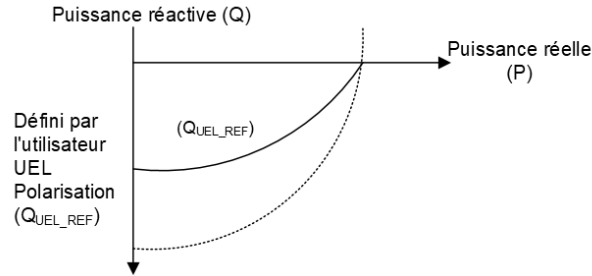

Figure 11-13. Référence du limiteur de sous-excitation
1. La caractéristique de fonctionnement interne du limiteur UEL est conçue pour simuler les caractéristiques du limiteur sur le plan P-Q, comme présenté dans la Figure 11-13. La référence UEL (Q_{UEL_REF}) est générée en fonction du paramètre d'entrée utilisateur « UEL Polarisation (Q_{BIAS}) » et de la puissance active (P) comme suit :